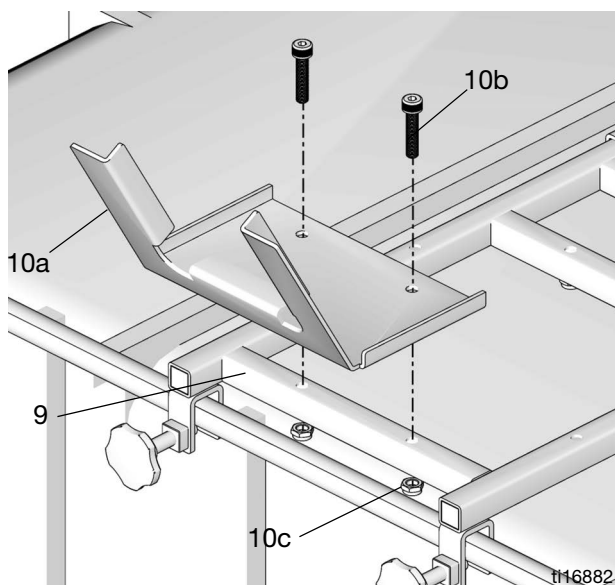

ABB. 15
1. Die Schlauchaufrollerführung (10a) am oberen Winkel (9) anbringen und mit den Schrauben (10b) und Muttern (10c) fixieren (ABB. 15).